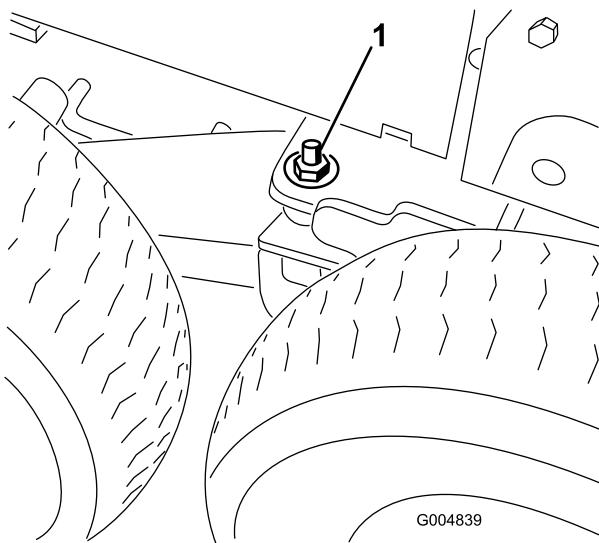

図 75
- 左右のボギーピボットの溶接部からロックナット1/2インチを取り、ピボットのラッチを外す図75。
- ボギーピボットの溶接部を動かせる程度までフロアジャッキを下降させ、機体の左右で1/2インチの平ワッシャとロックナットをスタッフに取り付けて指締め状態とする図75。